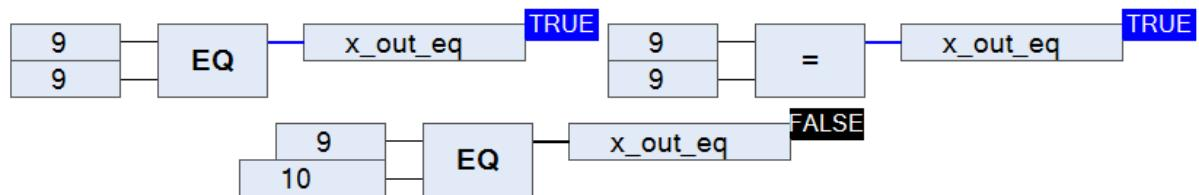

Рисунок 2.35 – Оператор сравнения «Равно»
**Оператор сравнения «Равно».** Оператор сравнения «Равно» может обозначаться письменно как «EQ», так и символично « $=$ ». Работает следующим образом: если значение первого входа равно значению второго – результатом будет логическая единица, иначе – логический ноль (рис. 2.35).